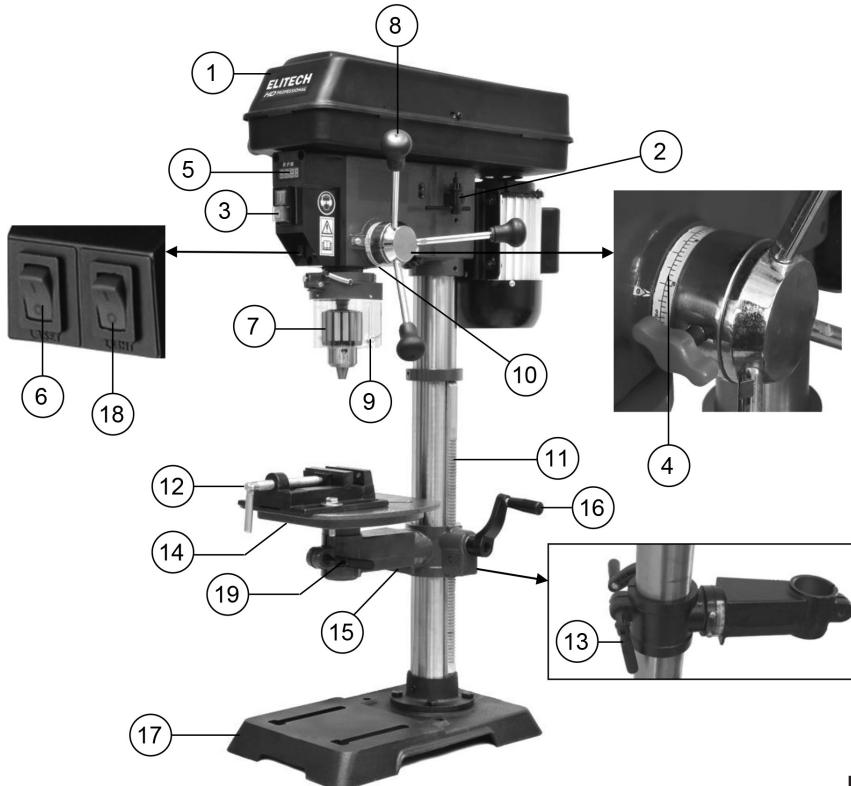

Рис. 2
- Светодиодная подсветка включается выключателем, расположенным на обратной стороне светодиодного плафона (для моделей DP 5515VRL, DP 8020VRL) или выключателем 18 (рис. 2) для модели DP 6020VRL.